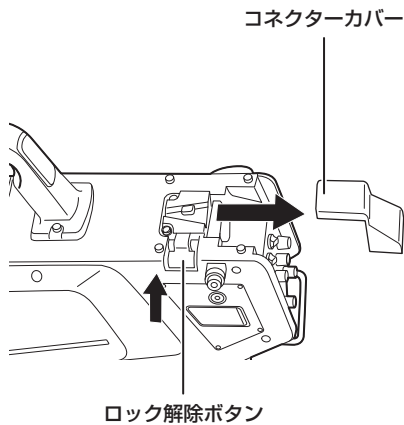

図 1
- 2 カメラ側のロック解除ボタンを押して、コネクターカバーを外す。(図 1)